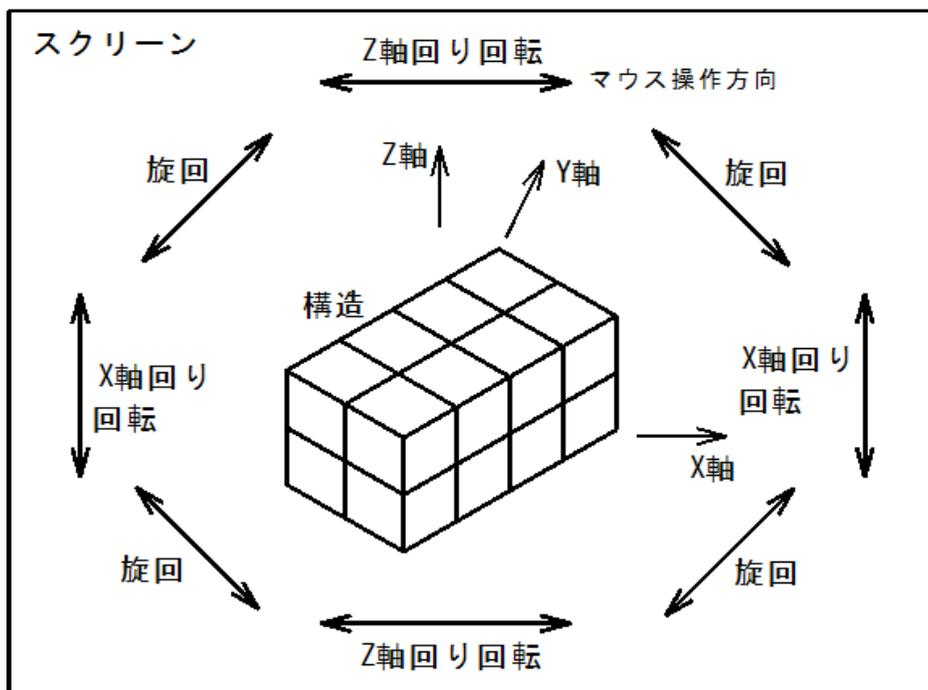

図4-20 マウスの移動方向と回転方向との関係（Shiftキー併用）
- ◇図4-20にマウスの操作方向と回転方向の関係を示します。同図のように、スクリーンの場所により、Z軸回り、X軸回りの各回転、または構造中心回りの旋回が実施されます。
- ◇構造図の「説明」ボタンをクリックすると、図4-20と同じ説明図が表示されます。